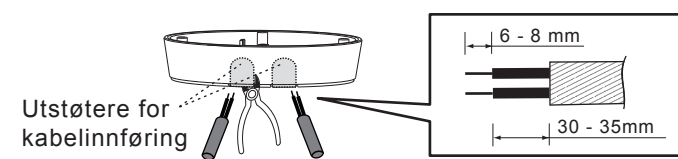

FIG. 12
3.4.3.2 For å føre strømledningene gjennom siden av koblingsboksen, vennligst bruk avbitertang for å bryte opp utstøterne for kablenes inngang på siden av koblingsboksen, og før så kablene gjennom den. Vennligst trekk av 6-8 mm av kabelmantlingen for å opprette kabeltrekket (se FIG. 12).